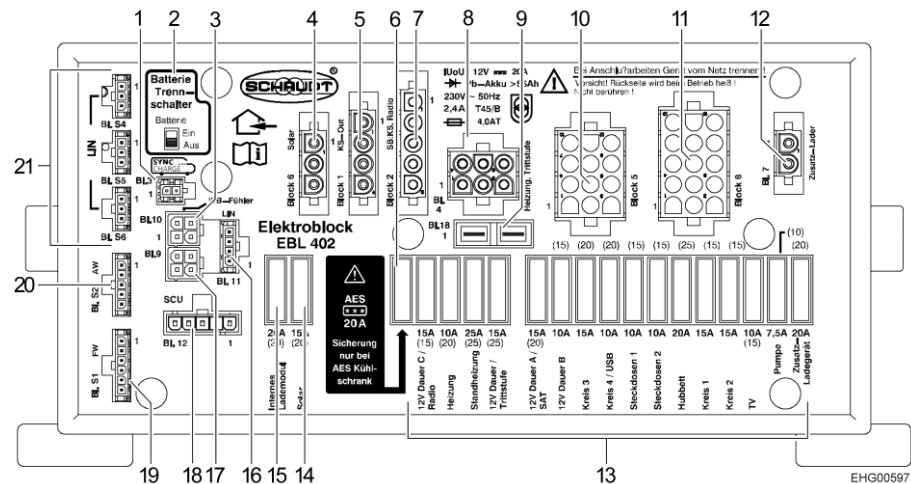

Bild 91 Elektroblock
- Batterie-Trennschalter (Bild 91,2) am Elektroblock in Stellung "Aus" schieben. Der Batterie-Trennschalter trennt alle Verbraucher, die vom Elektroblock versorgt werden, von der Wohnraumbatterie.
- Batterie-Trennschalter (Bild 91,2) am Elektroblock in Stellung "Ein" schieben.